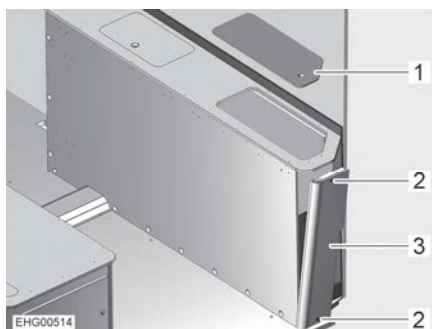

Fig. 123 Cassone letto a destra
- Rimuovere il coperchio di servizio (Fig. 123,1).
- Svitare le 2 viti (Fig. 123,2).
- Accedere al cassone letto dall'alto e spingere leggermente il pannello laterale (Fig. 123,3) verso l'esterno.